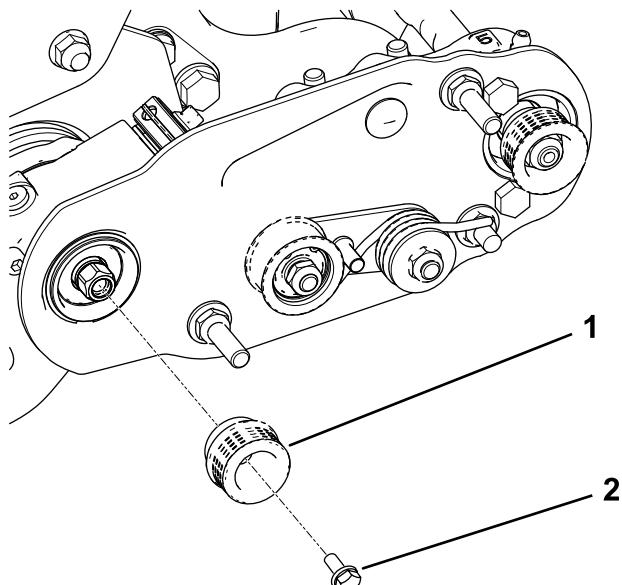

Figura 13
- Instale la polea motriz en el eje del groomer (Figura 13).
- Aplique Loctite 242 (azul) al perno con arandela prensada, y utilice el perno para sujetar la polea al árbol de transmisión; consulte Figura 13.